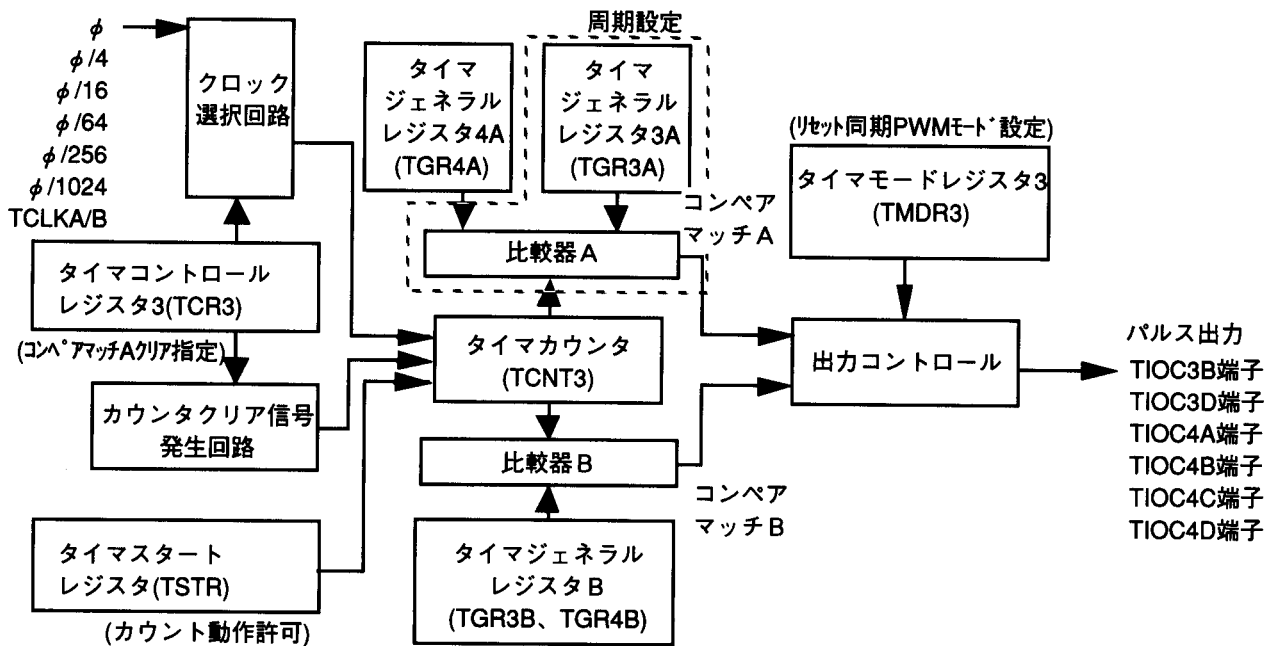

図2.5.2 MTU/ch3、4ブロック図
- (1) 本タスク例ではMTUのch3、4を組み合わせ使用し、一方の変化点が共通で、正相、逆相の関係にあるPWM波形を3相出力します。
- (a) 図2.5.2に本タスク例で使用するMTUのブロック図を示します。